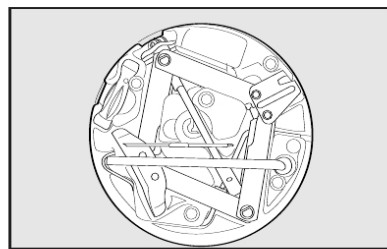
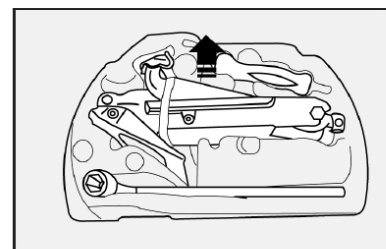

fig. 3
fig. 4
- Soltar as ferramentas, e remover o macaco **fig. 3** ou **fig. 4** de acordo com a versão do veículo puxando-o de sua sede.